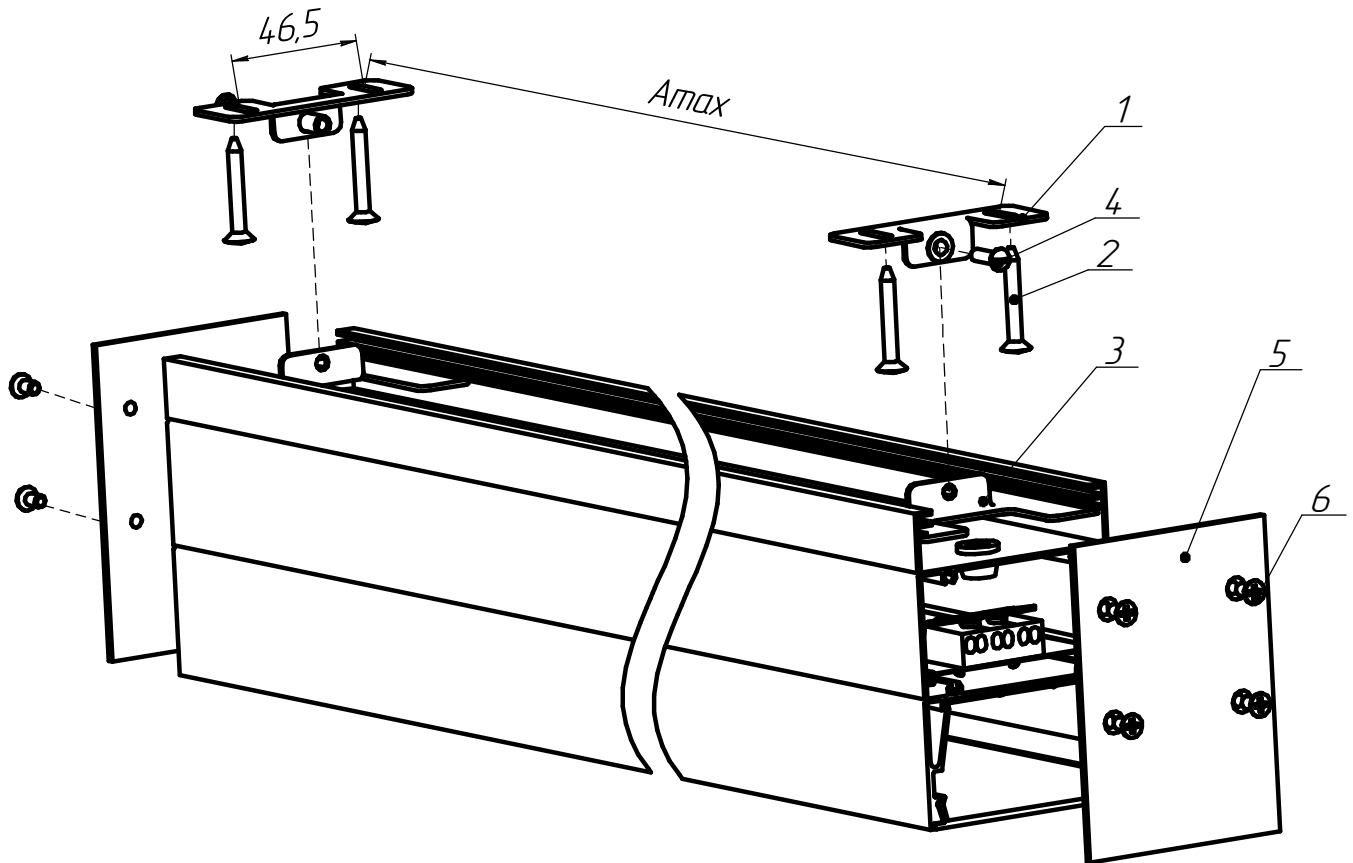

Рисунок 4 - Схема крепления светильника к потолку
5.5. **Установка светильника на потолок (см. рисунок 4):**